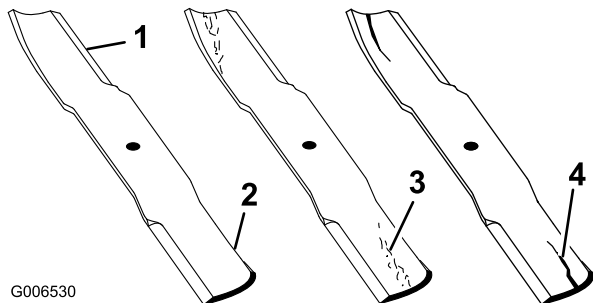

Figure 52
1. Examinez le tranchant des lames (Figure 52). Si les lames ne sont pas tranchantes ou si elles présentent des indentations, déposez-les et aiguisiez-les. Voir Aiguisage des lames.
2. Inspectez les lames, surtout la partie relevée (Figure 52). Remplacez immédiatement toute lame usée, endommagée ou qui présente une entaille (repère 3. de la Figure 52).